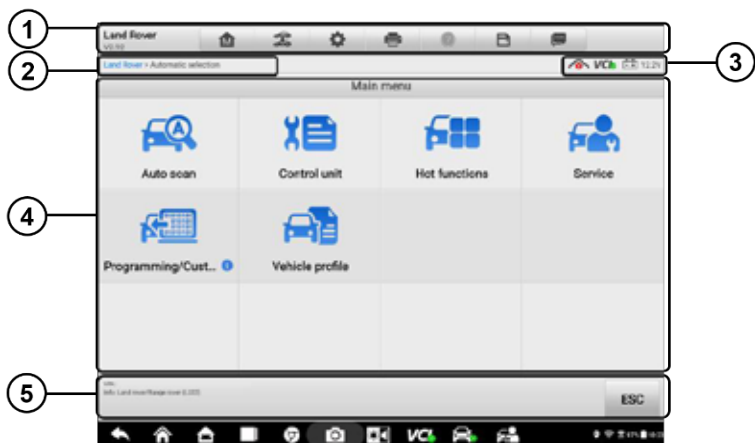

Figura 4-10 Schermata del menu principale
1. Toccare il pulsante dell'applicazione diagnostica nel menu di lavoro MaxiSys. Selezionare le informazioni relative al veicolo e richiamare la schermata del menu principale (Figura 4-10).